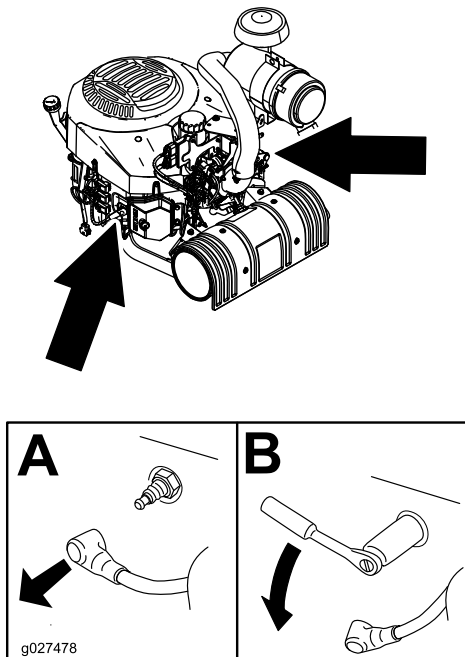

Figure 36
3. Localisez et déposez les bougies, comme montré à la Figure 36.